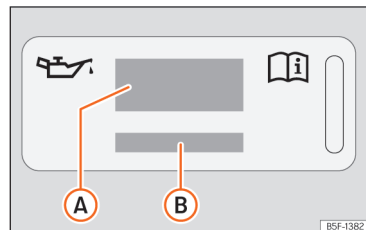

Fig. 226 No compartimento do motor: etiqueta de óleo do motor
Legenda da >>> Fig. 226:
Se tiver de adicionar óleo do motor, utilize um dos óleos indicados na etiqueta >>> Fig. 226.
- Se faltar a etiqueta com a especificação do óleo do motor >>> Fig. 226, contacte uma oficina especializada.